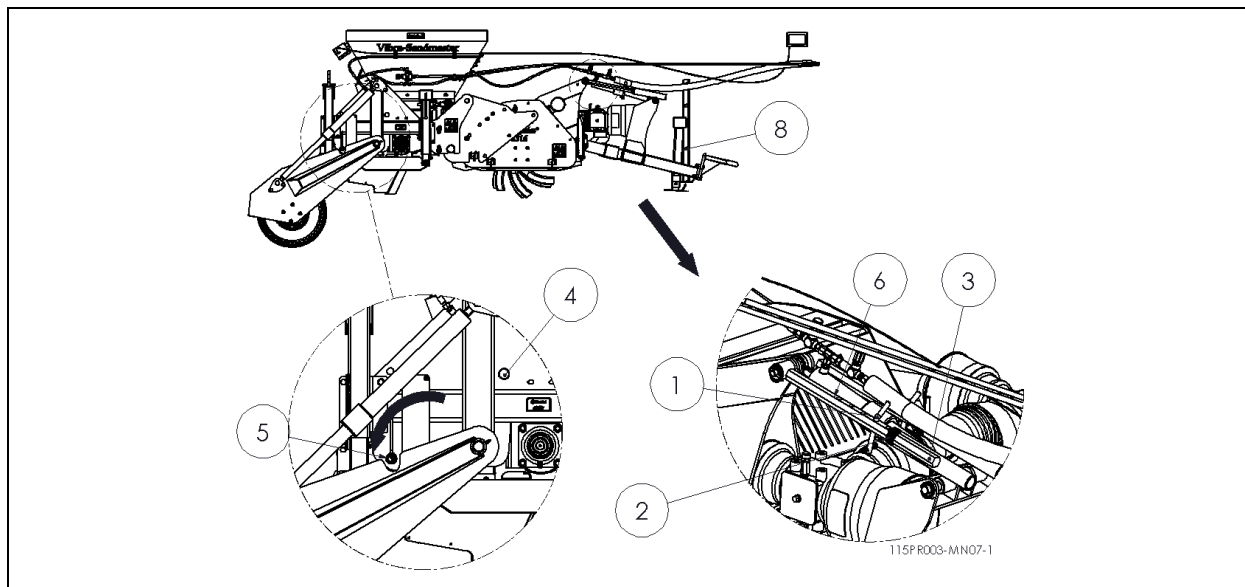

Abb.12
**Außerdem müssen die Stifte 1 an der Vorderseite vom Anschlagzylinder 3 im höchstmöglichen Loch 6 angebracht sein. (siehe Abb.12)**
Die Maschine kann folgendermaßen vom Traktor abgekuppelt werden: (siehe Abb.12)